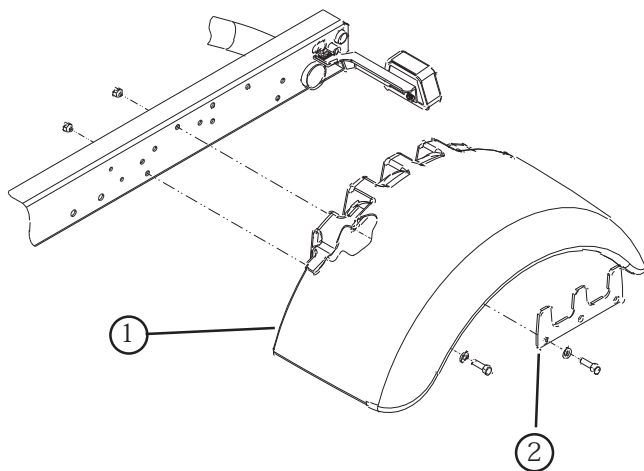

図 2
4. 図 2 に示すように、サポート・プレート、3/8-16 x 1.25" キャップスクリュ (5本) と、内径 0.406" のワッシャおよびロックナット (4個) を使用して、フレームの左右にフェンダを取り付ける。一番後ろの穴にはナットが溶接されているので、キャップスクリュはそのナットに入る。